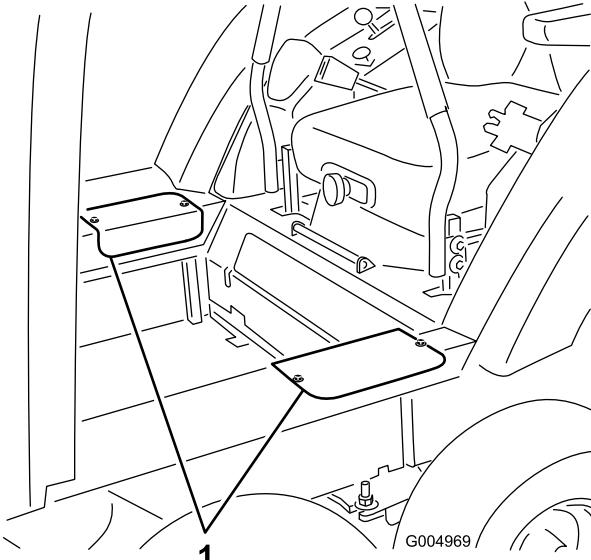

Bild 55
27. Befestigen Sie die seitlichen Abdeckplatten mit den vorher entfernten Schrauben (Bild 55).